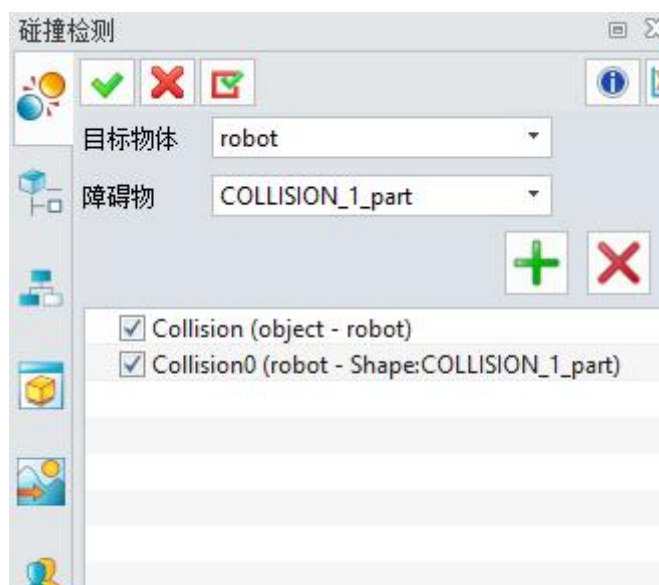

图 11-12: 碰撞检测
- 将新创建的碰撞组命名为“Robot”。(图 11-12)